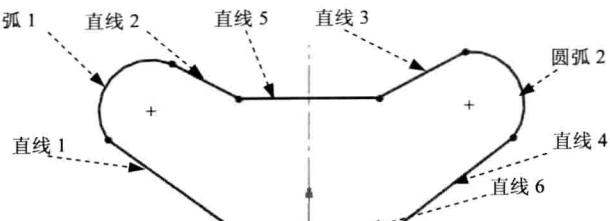
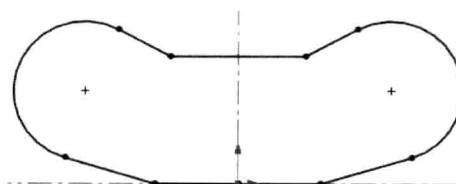

图 3.4 绘制的圆弧
图 3.5 添加几何约束
(3) 绘制圆弧。选择下拉菜单 **工具(T)** → **草图绘制实体(E)** → **三点圆弧(3)** 命令，在图形区中绘制图 3.4 所示的圆弧。
**Step 4** 添加几何约束。按住 Ctrl 键，选择直线 6 与水平中心线，在 **添加几何关系** 区域中单击 共线(L) 按钮。按住 Ctrl 键，选择图 3.4 所示的圆弧 1 和圆弧 2，系统弹出“属性”对话框，在 **添加几何关系** 区域中单击 相等(Q) 按钮。按住 Ctrl 键，选择图 3.4 所示的圆弧 1 与直线 1，在 **添加几何关系** 区域中单击 相切(A) 按钮。同理，创建圆弧 1 和直线 2 的相切约束，圆弧 2 和直线 3 的相切约束，圆弧 2 和直线 4 的相切约束，按住 Ctrl 键，选择图 3.4 所示的圆弧 1、竖直中心线与圆弧 2，在 **添加几何关系** 区域中单击 对称(S) 按钮。同理，添加直线 2 与直线 3 关于竖直中心线对称，直线 1 与直线 4 关于竖直中心线对称。按住 Ctrl 键，选择图 3.4 所示的直线 5，在 **添加几何关系** 区域中单击 水平(H) 按钮。同理，添加直线 6 的水平约束。约束后的图形如图 3.5 所示。